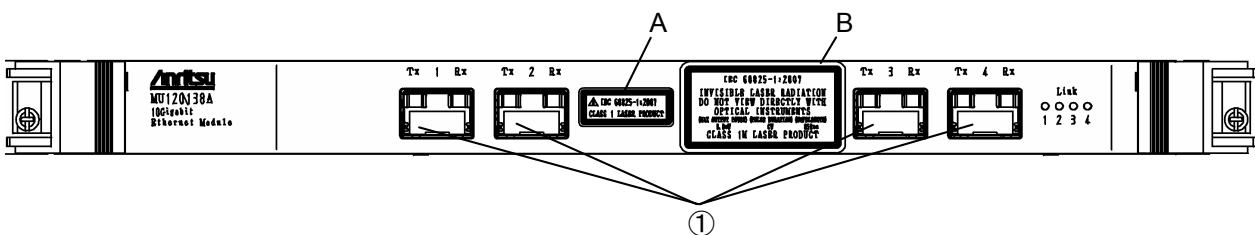

図6 MU120138A ユニットの正面パネル
| MU120138A | 1M  | 0.8                   | CW                     | 850          | 32.0               | G0238A                 | 図6 ①          |
| 4 | 説明用ラベル(IEC 60825-1)   |     | 図 6 A | MU120138A |
| 5 | 説明用ラベル(IEC 60825-1)   |     | 図 6 B | MU120138A |